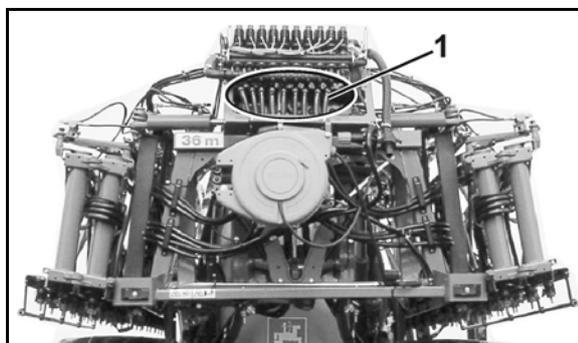

Рис. 160
- o выверните сливную пробку (Рис. 160/1) на редукционном клапане
- o откройте переключатель DUS (Рис. 160/2).